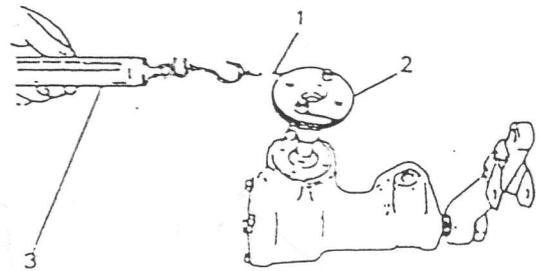

Fig. 18-20
- (c) Mida el par de arranque del eje de sinfín en su posición recta hacia adelante (b), utilizando un dinamómetro y una cuerda como se observa en la Fig. 18-20.